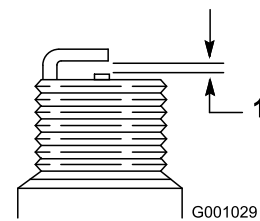

Bild 23
4. Stellen Sie den Abstand der Elektroden an der neuen Zündkerze auf 0,76 mm (Bild 23).